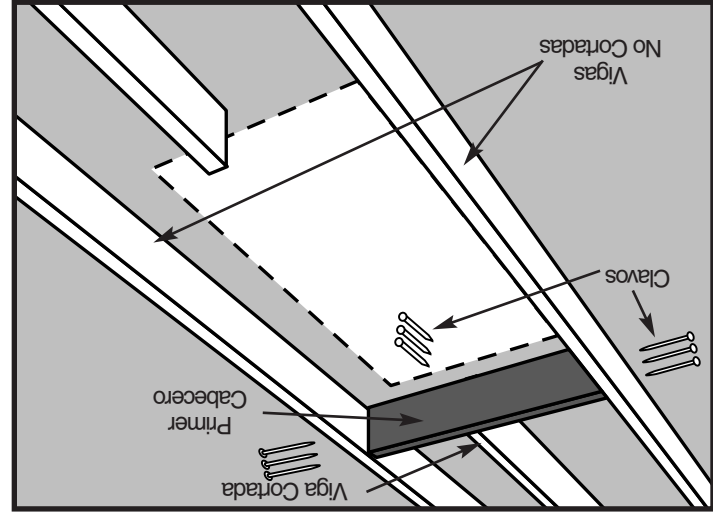

Figura 15
- PASO 3.** Coloque uno de estos cabeceros contra el extremo de la viga(s) cortada (Véase la Figura 15). Este debe ajustarse perfectamente entre las vigas no-cortadas. Martille para colocarlo en su posición si es necesario; si el cabecero tiene 1/16 pulgadas de más, recórtelo. Si tiene 1/16 pulgadas de menos, corte otra pieza.
- PASO 4.** Ponga a escuadra el cabecero con la viga no-cortada(s) y coloque el cabecero al extremo de la viga(s) cortada con 3 clavos (Véase la Figura 15).
- PASO 5.** Verifique el cabecero esté a escuadra y coloque 3 clavos a través de cada viga dentro de cada extremo del cabecero (Véase la Figura 15).